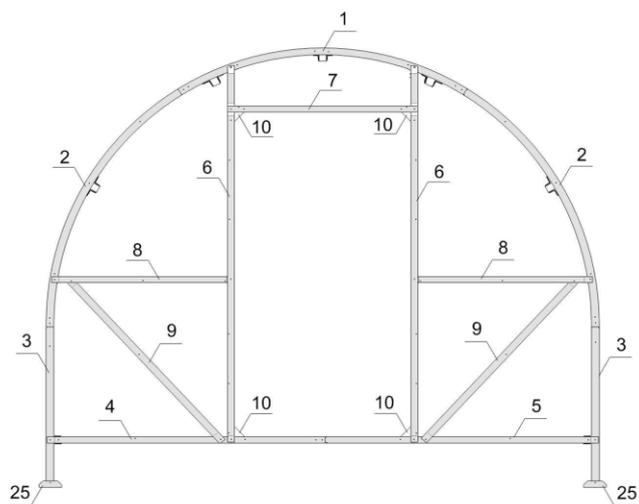

Рис. 1 Торец.
- ✓ *Внимание! При сборке арки детали устанавливайте швом ко шву.* К дугообразной профильной трубе №1 с двух сторон присоедините дугообразные торцевые детали №2лев и №2пр, закрепив саморезами 4,2х16 (см. рис. 1).
- ✓ Крепление саморезов и сборку дверного проема начните с наружной стороны теплицы, на деталях нижней обвязки №4 и №5 с наружной стороны имеются отверстия Ø3мм для крепления ПК. Закрепите саморезами стойки дверного проёма №6 к нижней обвязке №4 и №5, и перемычку дверного проёма №7 к стойкам (см. рис. 1; 6-А; Б).
- ✓ Положите собранную торцевую арку п.3.1. на ровный участок наружной стороной кверху. По центру торцевой арки положите дверной проём п.3.2. Стойки №6 присоедините к верхней торцевой дуге №1 в местах обозначенные уколom(см. рис.1). Присоедините нижнюю обвязку №4 и №5 к удлинениям арки №3.